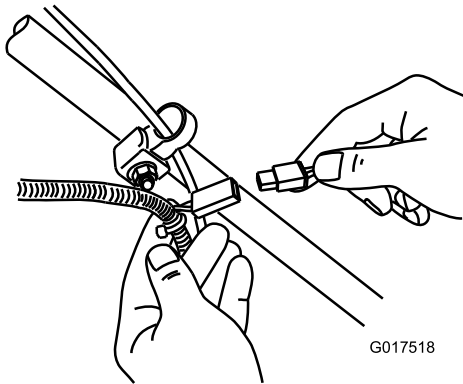

Figure 31
1. Branchez le chargeur au faisceau de câblage situé sous la clé de contact (Figure 31).